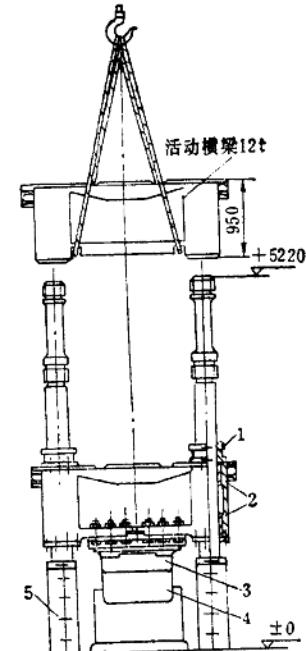

图13-2-21 拆吊活动横梁
5) 拆吊活动横梁：如图 13-2-21 所示，先拆上限程套 1，再拆立柱导套 2，然后起吊活动横梁。起吊过程中要平稳，提至接近立柱螺纹部分时，务必缓慢提升，做到安全通过。最后拆除锤头 3，砧座 4 及限程套 5。根据现场情况，部分脚手架也随之拆除。